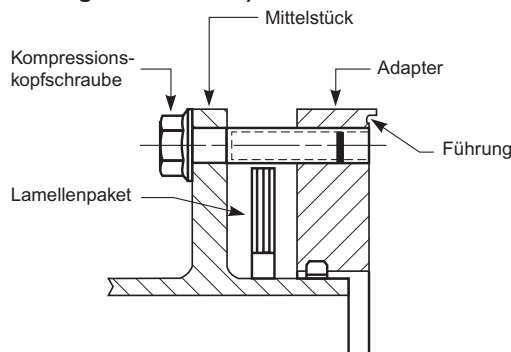

Abbildung 10 - Kompressionsanordnung
9.3. Für die Größen 150 bis 600 verwenden Sie bitte die Kopfschrauben der Kupplungsnaben, um die Mittelelement-Bauteilgruppe zu komprimieren. Stecken Sie hierfür die Kopfschrauben durch die Löcher der Mittelstückflanschen und drehen Sie sie in die Gewindelöcher des Adapters hinein, wie in Abbildung 10 dargestellt. Für die Komprimierung des Mittelelements der Größen 712 bis 1038 werden zusätzliche Kopfschrauben mitgeliefert (siehe Tabelle 1A). Diese zusätzlichen Kopfschrauben dienen lediglich zur Komprimierung des Mittelelements, verwenden Sie sie NICHT für die Befestigung der Unterbaugruppe an den Naben.